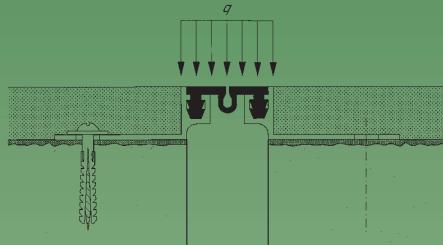

Abb. 3
- vibrationsfreie Auflagerung des Profiles auf dem Unterboden, ggf. vollflächige Unterfütterung mit Kunststoffmörtel,  $\delta_D \geq 5,5 \text{ N/mm}^2$ , Distanzstücke aus Metall oder anderen geeigneten Maßnahmen [Abb. 3]